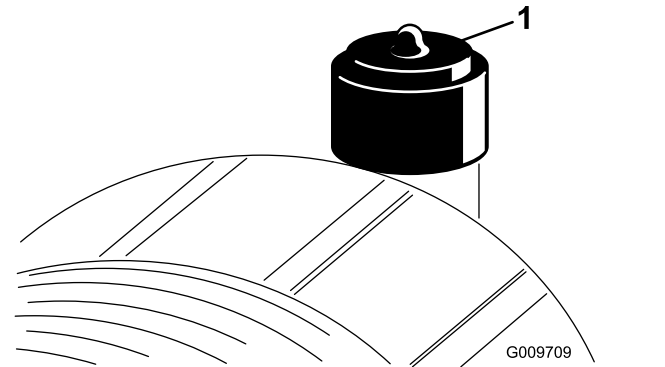

图 51
仅在维修指示灯 (图 51) 要求时才维修空气滤清器滤芯。在必须更换之前更换空气滤清器只会增加灰尘在滤清器拆下时进入发动机的几率。
9. 如果指示灯显示为红色请重设 (图 51)。